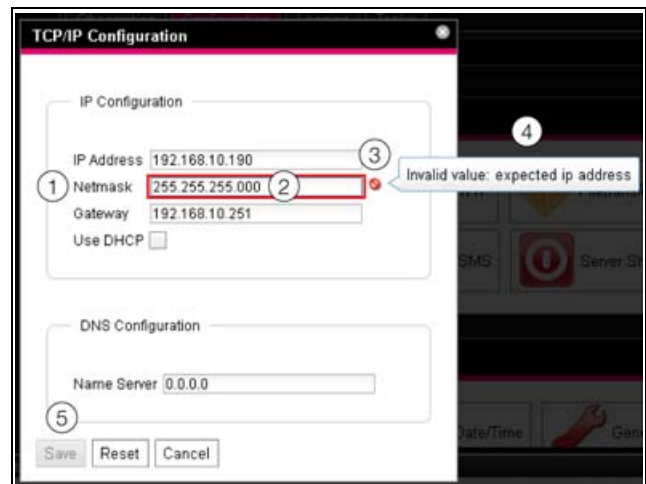

Abb. 96: Anzeige einer fehlerhaften Eingabe
- Hinter dem fehlerhaften Eintrag (Abb. 96, Pos. 2) im Feld **Netmask** (Abb. 96, Pos. 1) erscheint ein rotes „Verbotssymbol“ (Abb. 96, Pos. 3).
- Wenn Sie den Mauszeiger über das Verbotssymbol setzen, erscheint ein Hinweis mit Zusatzinformationen zum Fehler (Abb. 96, Pos. 4).
- Die Schaltfläche **Save** ist deaktiviert (Abb. 96, Pos. 5), so dass die aktuell hinterlegten Werte so nicht abgespeichert werden können.